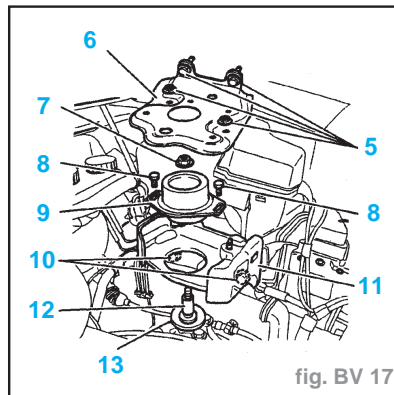

fig. BV 17
- Déposer (fig. BV. 17) :
- les fixations (5)
- le support bac batterie (6)
- l'écrou d'axe de boîte (7) et sa rondelle
- les vis de cale (8)
- la cale élastique de boîte de vitesses (9)
- les vis (10)
- le support d'axe de boîte de vitesses (11)
- l'entretoise (12)
- l'axe de boîte (13) et sa rondelle à l'aide de l'outil [5] (-).**0317-AB**
- Reposer les vis de fixation supérieures (31).
- Reposer l'axe de boîte (13) et sa rondelle, à l'aide de l'outil [5] (-).0317-AB (fig. BV. 17).
- Serrer l'axe (13) à **5 daN.m**.
- les vis (10), serrage à **6 daN.m**
- les vis de cale (8) (sans serrer)